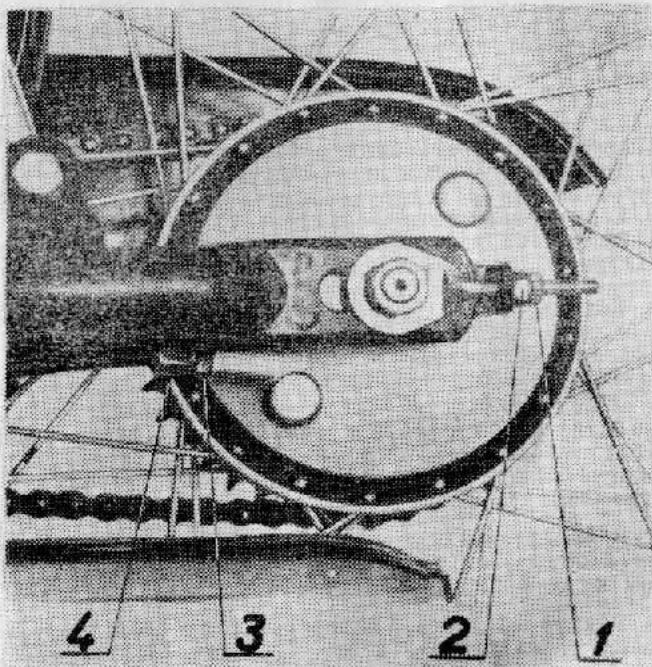

Рис. 9.
2. Отпустить контргайки 1 (рис. 9) с обеих сторон.
3. Вращением гайки 2 (рис. 9) с обеих сторон натянуть цепь.
вильно отрегулирован, если педали поворачиваются до начала торможения дополнительно основному углу свободного поворота еще на 5—10 градусов. Регулировка производится с помощью регулировочного винта 4 (рис. 9) на диске заднего колеса. Винт контролируется гайкой 3.